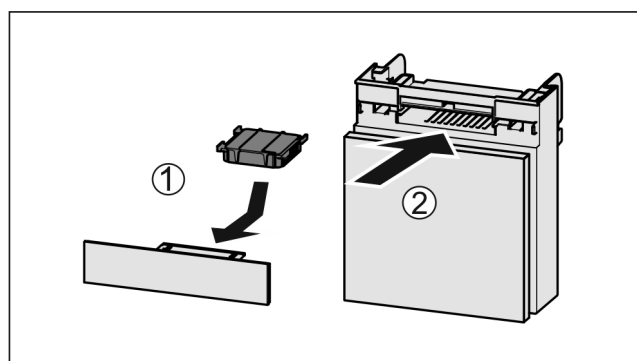

Fig. 226
- ▶ Insérer le filtre à charbon actif d'après le schéma Fig. 226 (1).
- ▶ Insérer le compartiment Fig. 226 (2).